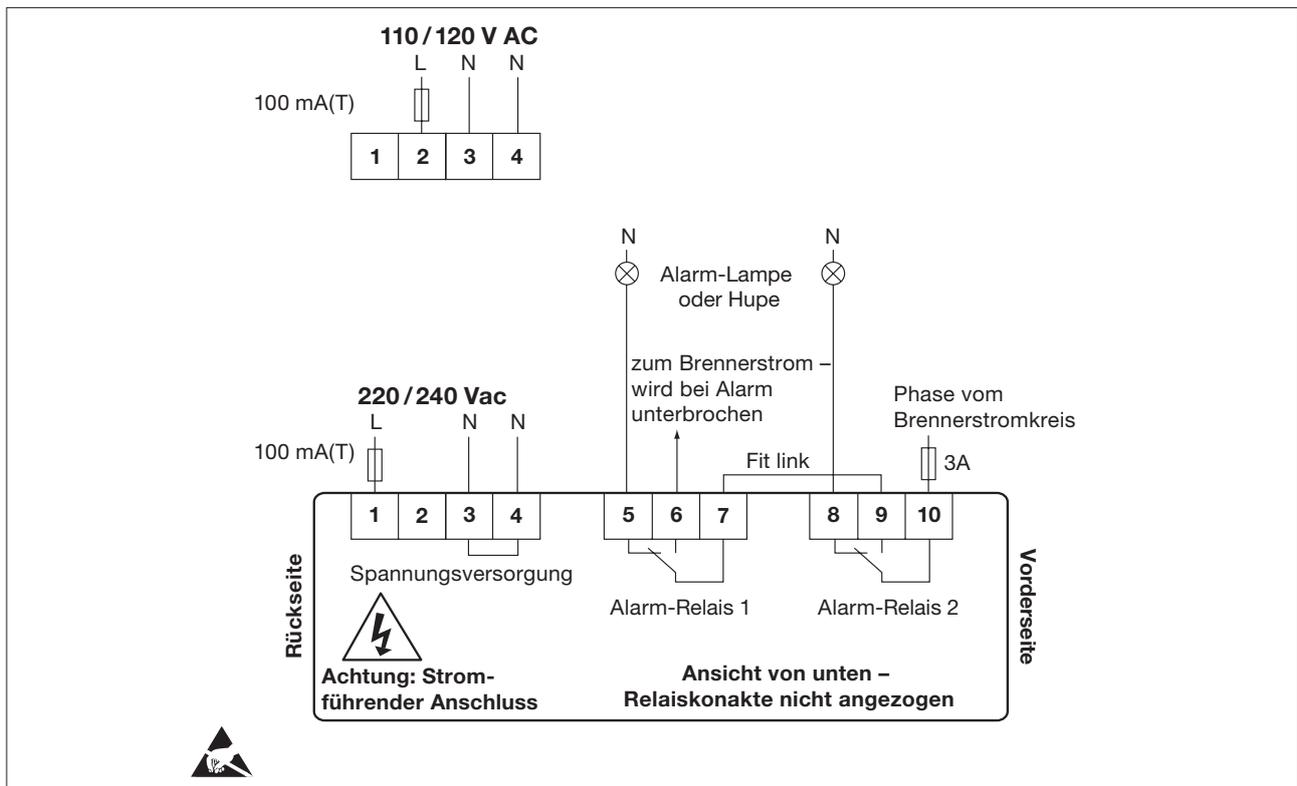

Bild 5: Anschluss der Spannungsversorgung
5. Für die Absicherung des Brenner-Kreises ist eine 3A ( siehe Bild 5) Sicherung „flink“ einzusetzen.